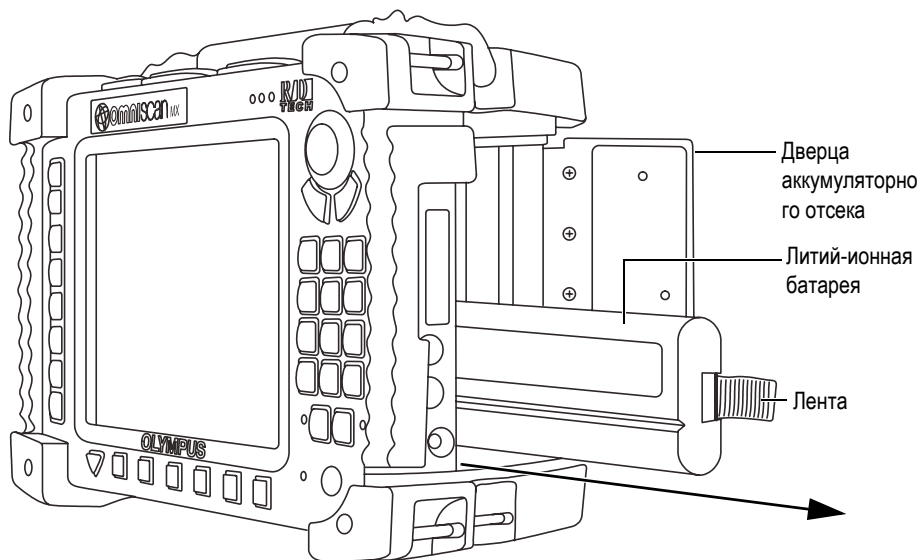

Рис. 8-3 Извлечение литий-ионной батареи
2. Если в отсеке уже находится батарея, потяните за ленту и извлеките ее (см. Рис. 8-3 на стр. 96).